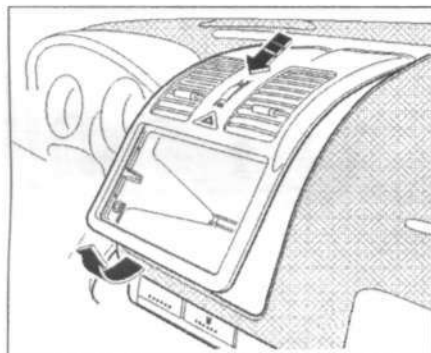

Рис. 12.46. Приподнимите нижний край дефлектора и одновременно извлеките его.
3. Приподнимите нижний край дефлектора и одновременно извлеките его (рис. 12.46). Отсоедините разъем проводки от выключателя аварийной световой сигнализации.